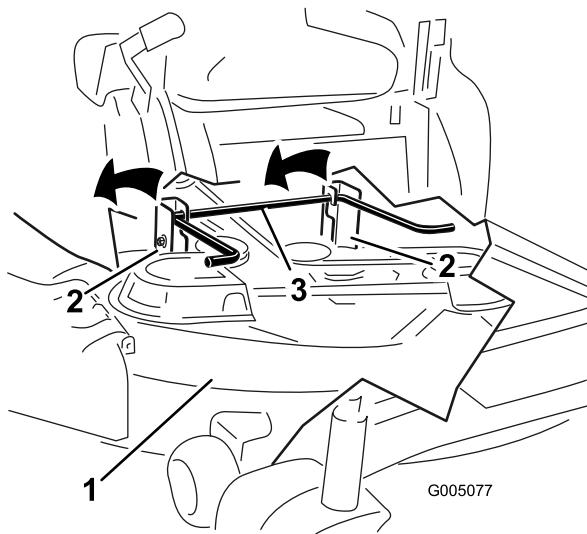

Figura 58
5. Usando las asas de la carcasa de corte, eleve la carcasa de corte y separe ésta y las pletinas de suspensión de la varilla de elevación trasera; luego baje el cortacésped con cuidado al suelo (Figura 58).
- Eleve la parte trasera de la carcasa de corte y coloque las pletinas de suspensión sobre la varilla de elevación trasera (Figura 58).